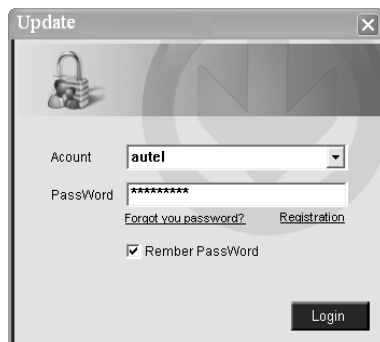

Figura 7.2
5. Ejecute la actualización del cliente en el software **PC Suite**. Espere a que la ventanilla Conectarse a aparecer. (Figura 7.2)